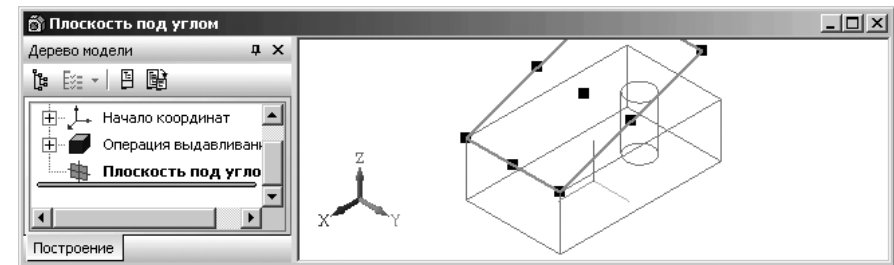

Рис. 8.7. Результат построения **Плоскости под углом к другой плоскости**.
- переместите в нужную сторону от ребра курсор мыши, а точнее к той плоскости, относительно которой нужно построить данную вспомогательную плоскость. Появится фантом вспомогательной плоскости. Результат этих действий показан на рис. 8.7;